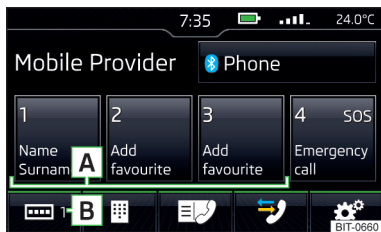

Fig. 209
- Pulse en el menú principal *Teléfono* la superficie funcional libre deseada **A** » fig. 208 y/o » fig. 209.
- Para el **cambio del grupo de memoria**, pulsar la superficie funcional **B** » fig. 208 y/o » fig. 209.
- Para la **elección**, pulsar la superficie funcional **A** » fig. 208 y/o » fig. 209 ocu-
seada **A** » fig. 208 y/o » fig. 209.